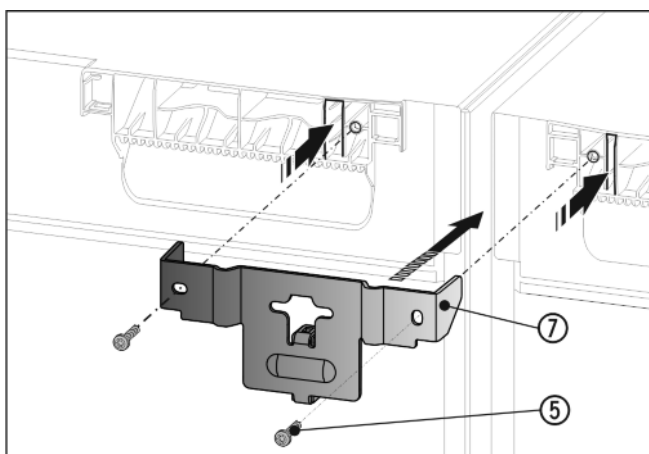

Fig. 9
- ▶ Wsunąć kątownik Fig. 9 (7) z elementem dystansowym między urządzenia i z nakładkami do pokrywy urządzenia. Dokręcić przy użyciu 2 śrub Fig. 9 (5).